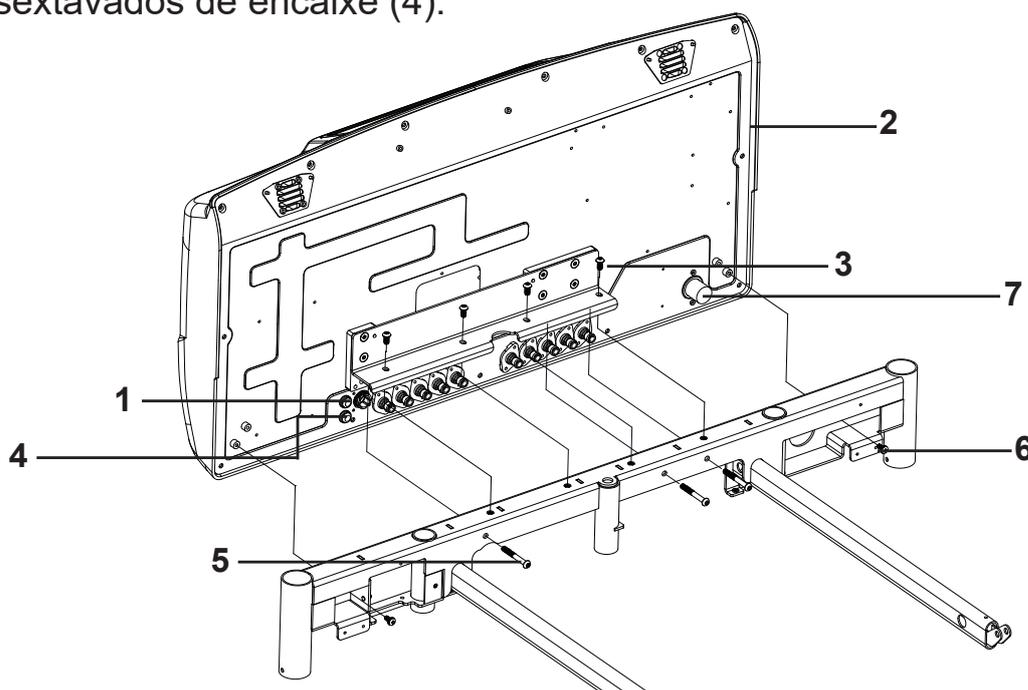

Figura 3: Unidade de controlo do colchão de ar e suporte de montagem
- Se ainda não estiver instalado, instale o suporte de montagem da unidade de controlo do colchão de ar (ver figura 3, item 1) na parte de trás da unidade de controlo do colchão de ar (2), usando os seis parafusos sextavados de encaixe (4).
8. Levante a unidade de controlo do colchão de ar, incline-a ligeiramente para a frente e depois baixe-a cuidadosamente para cima da estrutura. Alinhe cuidadosamente os orifícios na parte de cima do suporte de montagem com os orifícios da estrutura. Ao pousar a unidade de controlo do colchão de ar na estrutura, incline cuidadosamente para a posição completamente vertical, certificando-se, ao mesmo tempo, de que o conector de comunicação (ver figura 3, item 7) na unidade de controlo está alinhado com o orifício na estrutura. Tenha cuidado para não danificar os conectores de ar.
10. Aparafuse ligeiramente quatro parafusos cabeça panela Philips na parte superior do suporte de montagem (figura 3, item 3) (Não os aperte neste momento).
13. Coloque dois parafusos cabeça panela Philips (figura 3, item 6) na parte de trás da unidade de controlo, nos cantos inferiores direito/esquerdo. Aperte os parafusos com um torque de 10 Nm.